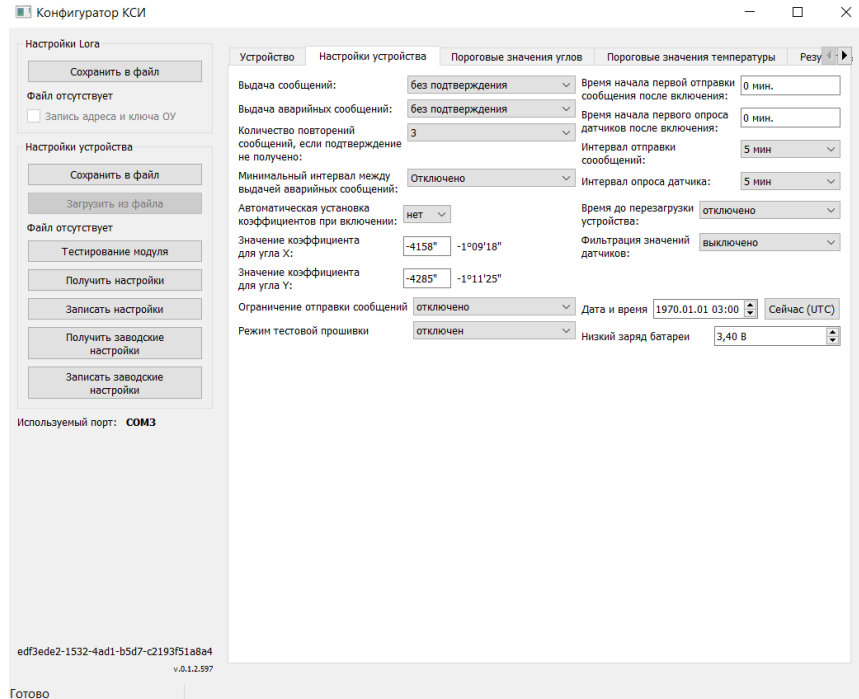

Рисунок 5 – Вкладка «Настройки устройства» программы «Конфигуратор КСИ».
12. В окне программы «Конфигуратор КСИ» на вкладке «Настройки устройства» произвести проверку или изменение требуемых настроек режимов работы КСИ LoRaWAN (рисунок 5). Описание всех настроек приведены в Приложении 1 - Протокол конфигурации КСИ LoRaWAN.